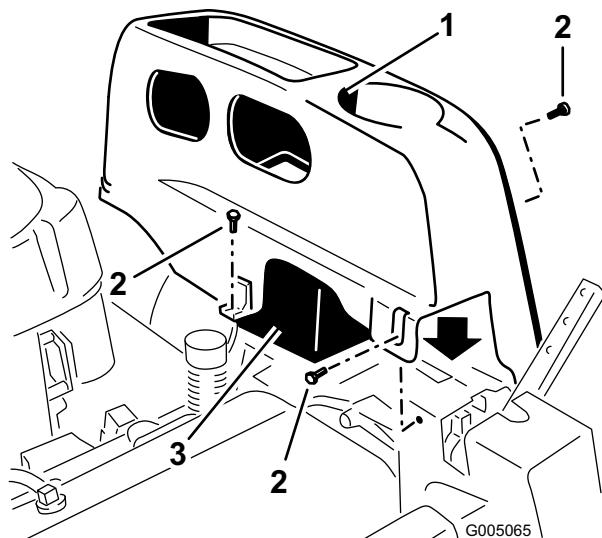

Figure 18
2. Enlevez les vis à tête TORX® (25) qui fixent le couvercle gauche au châssis, comme illustré à la Figure 18.